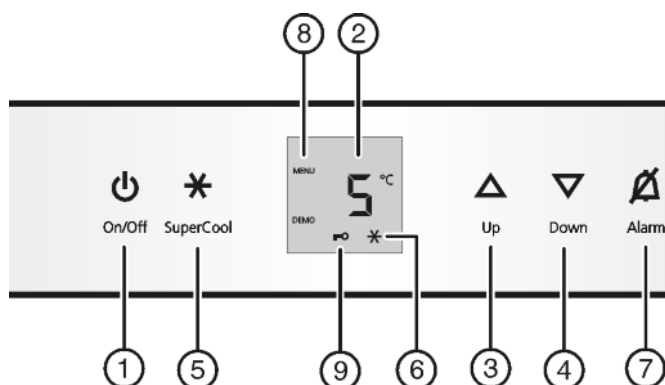

Fig. 2
- ▶ Premere il tasto On/Off Fig. 2 (1).
- ▶ Attivazione del modo regolazione: Premere il tasto SuperCool Fig. 2 (5) per ca. 5 sec..
- ▷ Il simbolo Menu Fig. 2 (8) si illumina.
- ▶ Premere brevemente il tasto SuperCool Fig. 2 (5) per confermare.
- ▶ Per inserire la sicurezza bambini premere brevemente il tasto SuperCool Fig. 2 (5).
- ▷ Il simbolo Sicurezza bambini Fig. 2 (9) si illumina. Nel display lampeggia **c**.
- ▶ Per disinserire la sicurezza bambini premere brevemente il tasto SuperCool Fig. 2 (5).
- ▷ Il simbolo Sicurezza bambini Fig. 2 (9) si spegne. Nel display lampeggia **c**.
- ▶ Disattivazione del modo regolazione: premere il tasto On/Off Fig. 2 (1).
- ▶ Premere il tasto Allarme Fig. 2 (7).
- ▶ Regolazione della temperatura su valori più caldi: Premere il tasto di regolazione Up Fig. 2 (3).
- ▶ Regolazione della temperatura su valori più freddi: Premere il tasto di regolazione Down Fig. 2 (4).
- ▶ Premere brevemente il tasto SuperCool Fig. 2 (5).
- ▷ Il simbolo SuperCool Fig. 2 (6) si illumina nel display.
- ▷ Il simbolo SuperCool Fig. 2 (6) si spegne nel display.